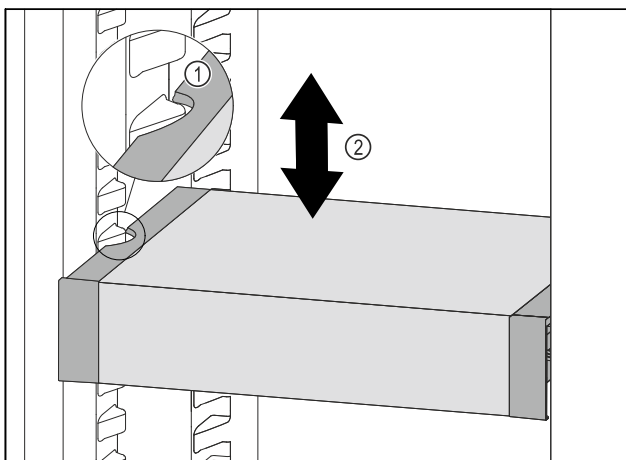

Fig. 94
- ▶ Изтеглете VarioSafe напред, докато страничните прорези на VarioSafe се намират на височината на реброто на съда в хладилната част. Fig. 94 (1)
- ▶ Преместете VarioSafe нагоре или надолу в хладилната част, докато се достигне желаната височина. Fig. 94 (2)